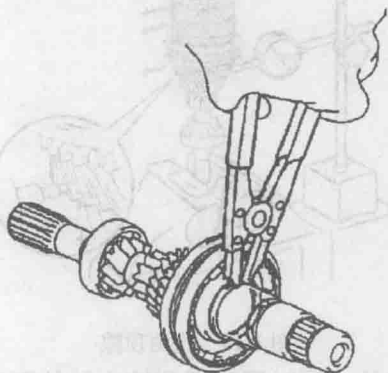

图 1-23 取下卡簧
23) 用卡簧钳取下卡簧, 注意不得划伤轴表面, 如图 1-23 所示。